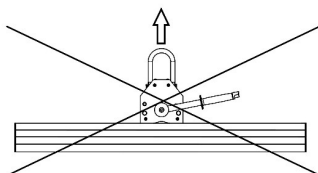

Fig. 14
- Elevar mais de uma carga por vez (fig. 14)